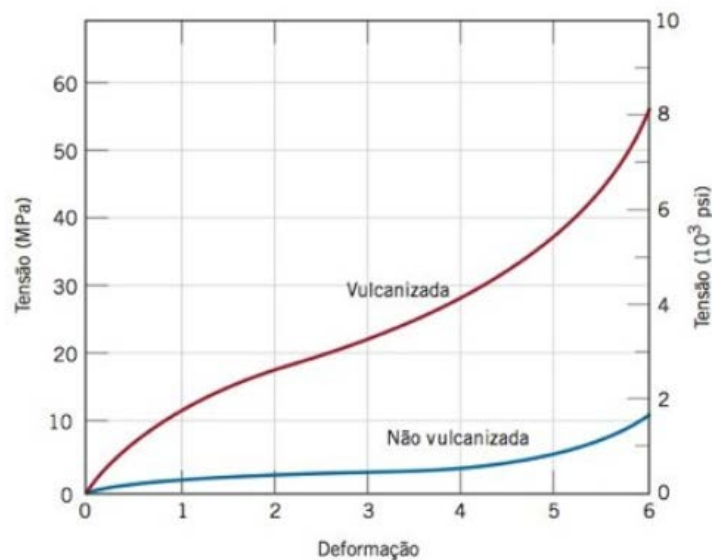

Figura 1 - Curvas tensão-deformação para borrachas naturais e não-vulcanizadas.
5. Na Figura 1 temos duas curvas tensão-deformação para borrachas naturais vulcanizadas e não-vulcanizadas. Aponte as possíveis razões para a vulcanizada suportar um nível maior de tensão que a não-vulcanizada.